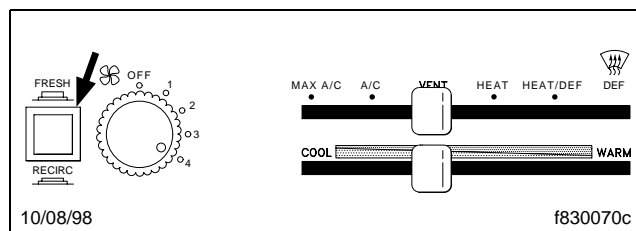

Fig. 4.5, Bouton «FRESH/RECIRC»
Un bouton «FRESH/RECIRC» (Frais/Recirculé) (Fig. 4.5) est fourni en équipement de série lorsqu'il n'y a pas de climatisation. Cette commande est une option lorsque la climatisation est sur le bon de commande. Elle permet d'utiliser les modes de climatisation (AC), de ventilation (VENT) et de chauffage (HEAT) avec de l'air frais ou de l'air recirculé. Lorsque la commande de mode (levier supérieur) se trouve sur «HEAT/DEF» (Chaleur/Dégivrage) ou «DEF» (Dégivrage), le système se sert d'air frais, quel que soit le réglage du bouton «FRESH/RECIRC». Lorsque la commande de mode se trouve sur «MAX A/C» (Climatisation max), le système ne se sert *que* d'air recirculé, quel que soit le réglage du bouton «FRESH/RECIRC». Lorsque la commande de mode se trouve sur «A/C» (Climatisation) et que la commande «FRESH/RECIRC» est réglée pour faire recirculer l'air (bouton enfoncé), le système fonctionne exactement de la même façon que s'il était en mode «MAX A/C». Pour empêcher l'accumulation d'émanations ou d'odeurs à l'intérieur de la cabine (par exemple, la fumée de cigarettes), *ne faites pas* fonctionner la chaufferette et le climatiseur en mode de recirculation pendant plus de 20 minutes.
IMPORTANT : Si le véhicule est équipé d'un bouton «FRESH/RECIRC» (Fig. 4.5), le système se sert d'air frais lorsque la commande de mode (levier supérieur) se trouve sur «HEAT/DEF» ou «DEF», quel que soit le réglage du bouton «FRESH/RECIRC».
IMPORTANT : Si le véhicule est équipé d'un bouton «FRESH/RECIRC» (Fig. 4.5), le système se sert d'air frais lorsque la commande de mode (levier supérieur) se trouve sur «HEAT/DEF» (Chaleur/Dégivrage) ou «DEF» (Dégivrage), quel que soit le réglage du bouton «FRESH/RECIRC». Cependant, lorsque la commande de mode se trouve sur «HEAT» (Chaleur) et que le bouton est enfoncé, le système ne se sert que d'air recirculé. Pour empêcher l'accumulation d'émanations ou d'odeurs à l'intérieur de la cabine (par exemple, la fumée de cigarettes), *ne faites pas*
IMPORTANT : Un bouton «FRESH/RECIRC» (Fig. 4.5) est fourni en équipement de série lorsqu'il n'y a pas de climatisation. Cette commande est une option lorsque la climatisation est sur le bon de commande. Elle permet d'utiliser les modes de climatisation (AC), de ventilation (VENT) et de chauffage (HEAT) avec de l'air frais ou de l'air recirculé. Lorsque la commande de mode se trouve sur «MAX A/C» (Climatisation max), le système ne se sert que d'air recirculé, quel que soit le réglage du bouton «FRESH/RECIRC». Lorsque la commande de mode se trouve sur «A/C» (Climatisation) et que la commande «FRESH/RECIRC» est réglée pour faire recirculer l'air (bouton enfoncé), le système fonctionne exactement de la même façon que s'il était en mode «MAX A/C». Pour empêcher l'accumulation d'émanations ou d'odeurs à l'intérieur de la cabine (par exemple, la fumée de cigarettes), *ne faites pas* fonctionner la chaufferette et le climatiseur en mode de recirculation pendant plus de 20 minutes.
IMPORTANT : Si le véhicule est équipé d'un bouton «FRESH/RECIRC» (Fig. 4.5), le système ne se sert d'air recirculé *que* lorsque la commande de mode est réglée sur VENT ou HEAT et le bouton «FRESH/RECIRC» est enfoncé. Pour empêcher l'accumulation d'émanations ou d'odeurs à l'intérieur de la cabine (par exemple, la fumée de cigarettes), *ne faites pas* fonctionner la chaufferette et la ventilation en mode de recirculation pendant plus de 20 minutes.